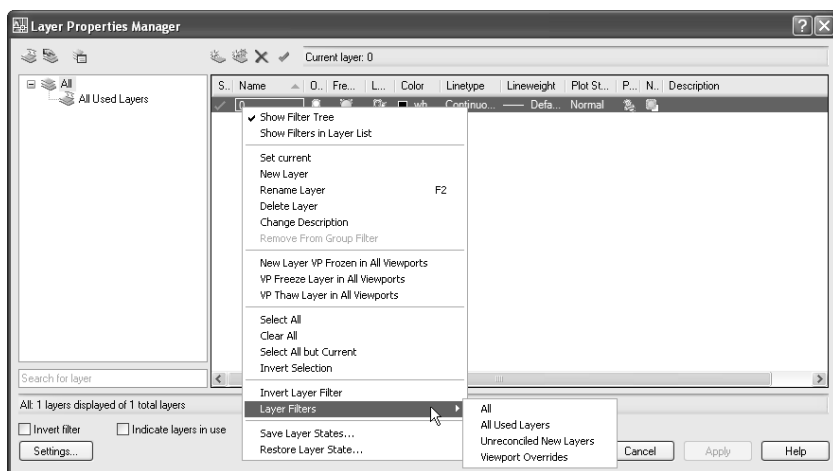
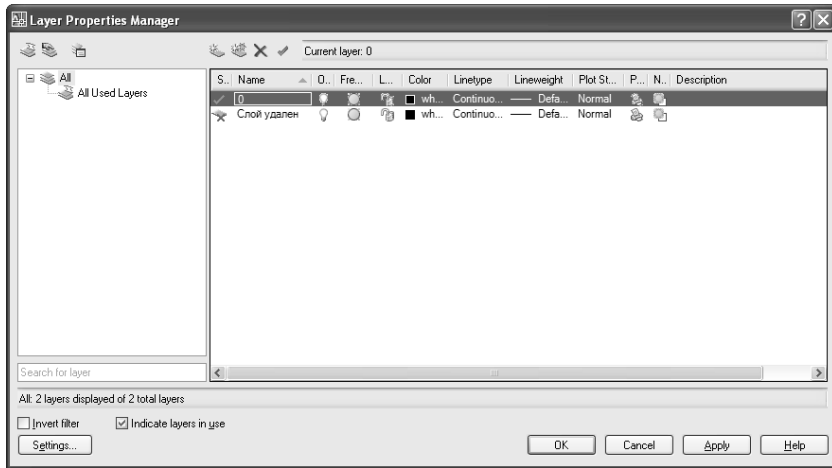

Рис. 4.13. Контекстное меню списка слоев диалогового окна **Layer Properties Manager**
Рис. 4.15. Удаление слоев в окне **Layer Properties Manager**
В левой части диалогового окна **Layer Properties Manager** находится список слоев, представленный в виде *древовидной структуры* (tree view). Этот список предназначен для просмотра слоев, сгруппированных по тем или иным признакам с помощью *фильтров* (filter). По умолчанию в этом списке представлена только одна группа, определенная с помощью встроенного фильтра **All Used Layers** (Все используемые слои). Эта группа входит в корневую группу **All** (Все), которая представляет все слои чертежа. И список слоев, и древовидный список фильтров имеют контекстные меню, которые открываются щелчком *правой* кнопкой мыши. Контекстное меню списка слоев (рис. 4.13) содержит команды для управления слоями, а также некоторые команды для работы с фильтрами.
кнопке  **New Layer** (Создать слой) панели инструментов списка слоев или нажмите комбинацию клавиш **Alt+N** либо щелкните правой кнопкой мыши и выберите команду контекстного меню **New Layer** (Создать слой) — см. рис. 4.13. AutoCAD создаст новый слой и присвоит ему имя вида **LayerN** (СлойN), где *N* — порядковый номер слоя с именем, используемым по умолчанию.
3. Щелкните по кнопке  **Delete Layer** (Удалить слой) панели инструментов списка слоев или нажмите комбинацию клавиш **Alt+D** либо щелкните *правой* кнопкой мыши по выбранному слою и выберите команду контекстного меню **Delete Layer** (Удалить слой) — см. рис. 4.13. Можно также, выбрав слой, просто нажать клавишу **Delete**. Слой будет помечен для удаления, как показано на рис. 4.15.